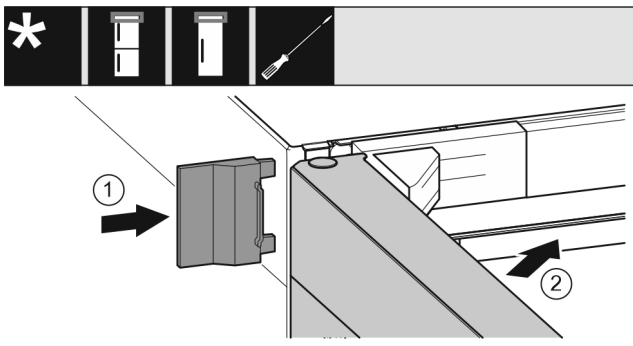

Fig. 21
- ▶ Skyv på det ytre dekslet. *Fig. 21 (1)*
- ▶ Lukk den øvre døren. *Fig. 21 (2)*